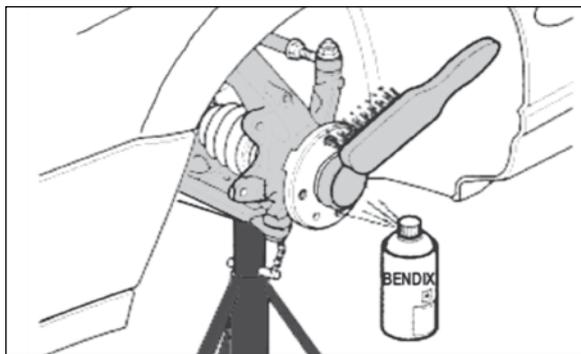

Bild 2
- Bild 2: Die Anlagefläche der Nabe muss absolut sauber, rost- und gratfrei sowie metallisch blank sein. Bitte auf keinen Fall Montagepaste verwenden.